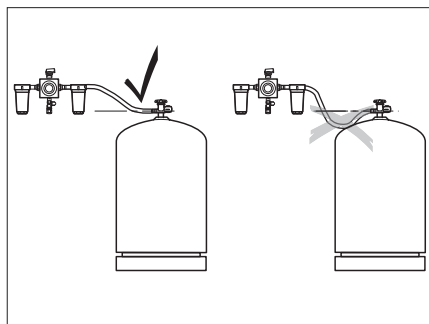

Bild 253 Dragning av högtrycksslangarna
- ▷ Vid dragning av högtrycksslangarna är det viktigt att de ständigt stiger (Bild 253).